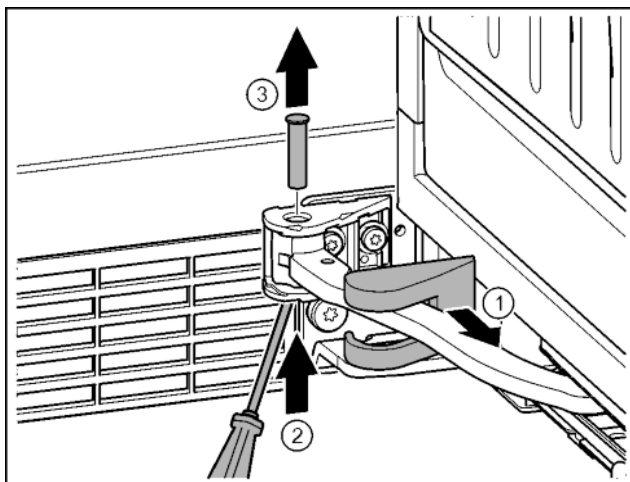

Fig. 15
- ▶ Снять крышку опорного кронштейна и переместить вдоль шарнира. Fig. 15 (1)
- ▶ Рукой или отверткой приподнять палец снизу. Fig. 15 (2)
- ▶ Вставить отвертку под головку пальца и вытянуть его. Fig. 15 (3)